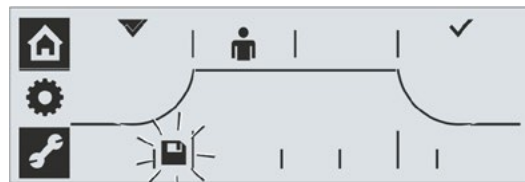

Fig. 12: Velge lagringssymbol
16. Velg symbolet for lagring: Drei dreiebryteren mot høyre til lagringssymbolet blinker, se Fig. 12.